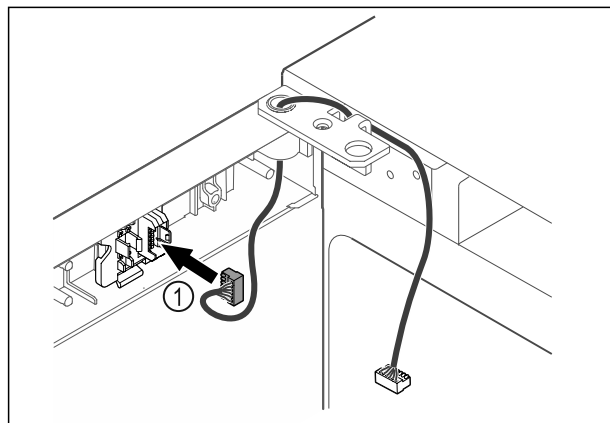

Fig. 41
- Wtyczkę Fig. 41 (1) należy włożyć w uchwyt wtyczki.